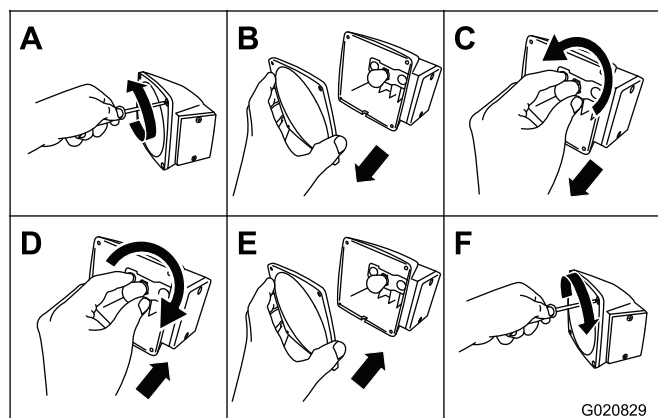

Figure 17
1. À l'aide d'un tournevis, retirez les 4 vis du grand verre carré sur le feu (Figure 17).
2. Déposez le verre (Figure 17).
3. Poussez sur l'ampoule et tournez-la dans le sens antihoraire pour la retirer de la douille (Figure 17).
4. Poussez une ampoule neuve 1157 dans la douille et tournez-la dans le sens horaire pour la bloquer en place (Figure 17).
5. Reposez le verre et les 4 vis (Figure 17).